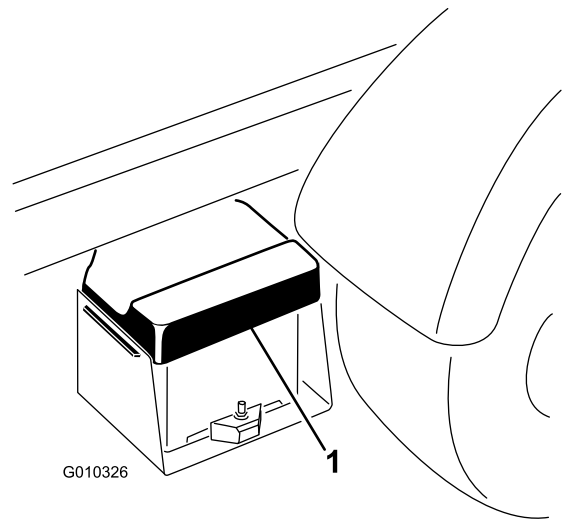

Bild 49
1. Drücken Sie die Batterieabdeckung zusammen, um die Nasen aus dem Batterieunterteil zu lösen, und nehmen Sie die Batterieabdeckung vom Batterieunterteil ab (Bild 49).